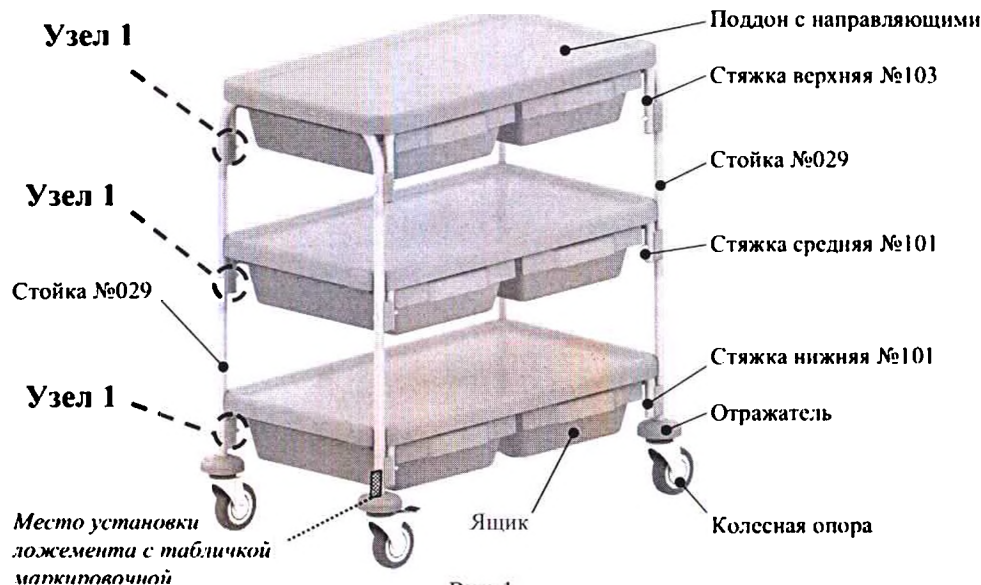

Рис.1
4.3. На один из ложементов из комплекта крепежного №1 наклеить маркировочную табличку (наименование изделия, зав.№, год выпуска), предварительно сняв защитный слой с клеящейся поверхности. Место установки ложемента с маркировочной табличкой указано на рис. 1.
4.4. Соединить стойки №029 стяжками верхними №103 (рис.1), зафиксировав соединение крепежными элементами (Таблица 6, Узел 1).
4.5. Соединить стойки №029 стяжками средними №101 (рис.1), зафиксировав соединение крепежными элементами (Таблица 6, Узел 1).
4.6. Соединить стойки №029 стяжками нижними №101 (рис.1), зафиксировав соединение крепежными элементами (Таблица 6, Узел 1).
- стяжках верхних №103 и стойках №029 (рис.1);
- на стяжках средних №101 (рис.1);
- на стяжках нижних №101 (рис.1).
4.8. Установить в направляющие, закрепленные на поддоне, ящики (рис.1).